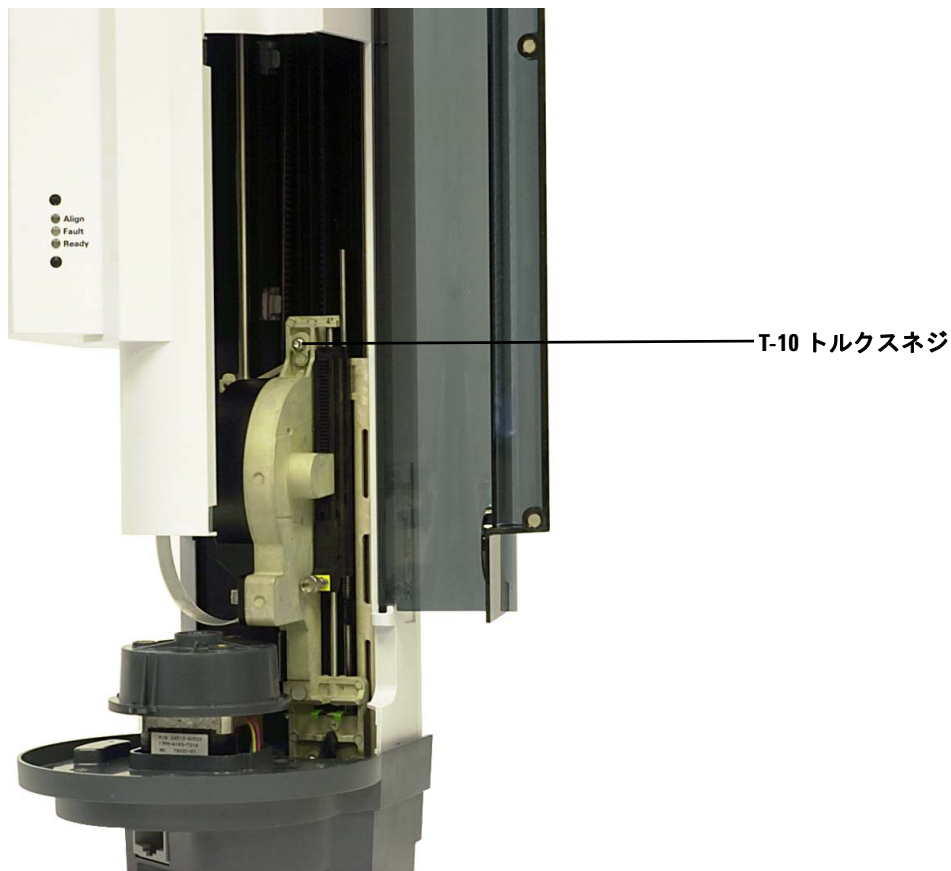

図 99 シリンジキャリアアセンブリ上部の T-10 トルクスネジを取り外す
- 7 シリンジキャリアアセンブリの上部の T-10 トルクスネジを完全に緩めて、取り外します (図 99)。